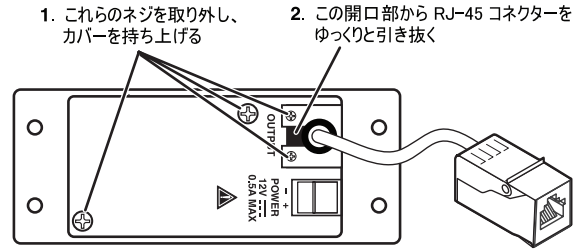

図 2-5 MTP カバーの取り外し方
1. MTP 本体のカバーを固定する 4 本のネジを取り外し、保管しておきます。図 2-5 を参照してください。